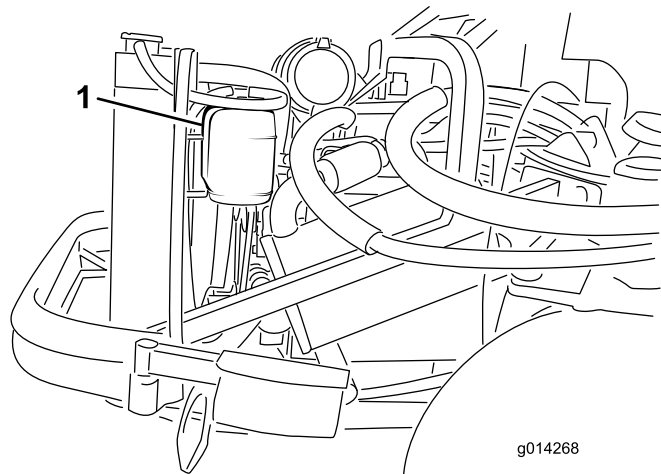

図 43
1. 液量の点検は補助タンクで行う(図 43)。タンク側面についている2本のマークの間であれば適正である。